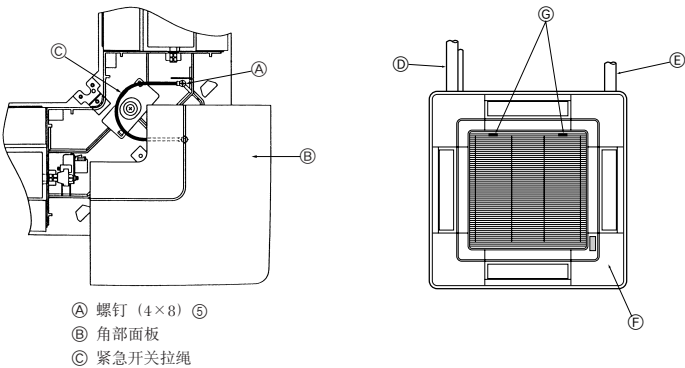

Fig. 5-10
5.7. 安装进气格栅 (Fig. 5-10)
- ① 主机的致冷剂管道
- ② 主机的排水管
- ③ 出厂时设置的角部面板的位置（有标志符）。
- ④ 出厂时进气格栅横杆的位置。